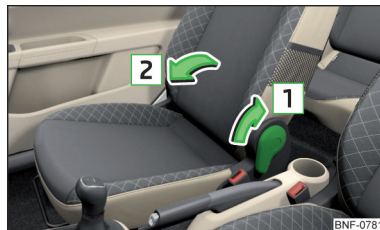

Рис. 51
- Для складання потягніть важіль в напрямку стрілки **1**, а спинку сидіння скласти в напрямку стрілки **2** » Рис. 51, Фіксатор повинен чутно защепнутися.